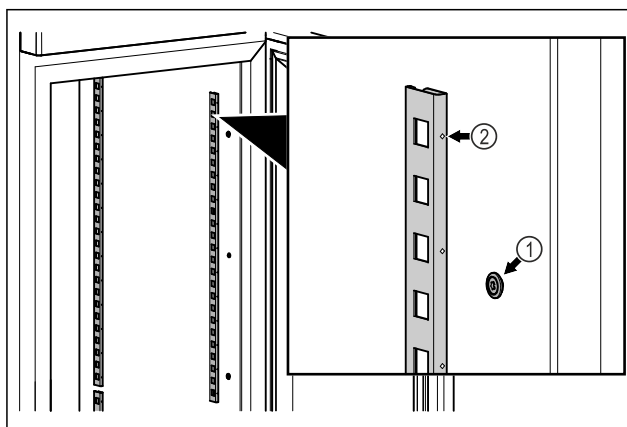

Fig. 56 Representación a modo de ejemplo
- Enganchar las tiras de retención en la suspensión Fig. 56 (1). La marca Fig. 56 (2) debe apuntar hacia delante.